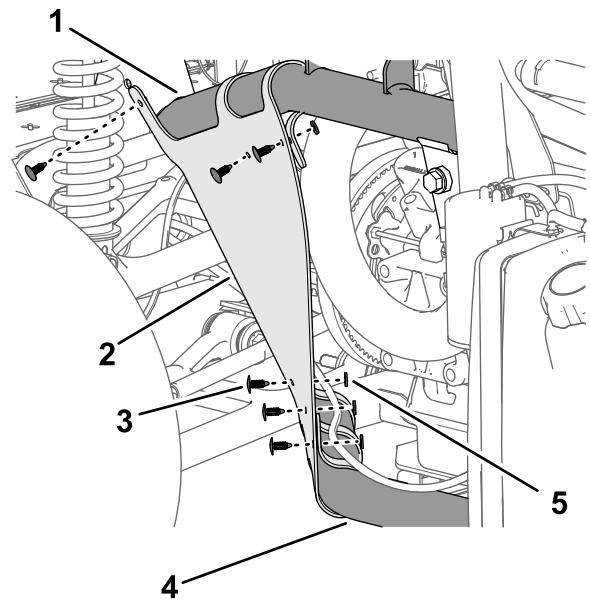

Figura 218
2. Prenda o resguardo do guarda-lamas interior nos tubos da estrutura com os seis fixadores de pressão (Figura 218).
3. Alinhe os furos no guarda-lamas com os furos na estrutura da máquina como se mostra na Figura 218.